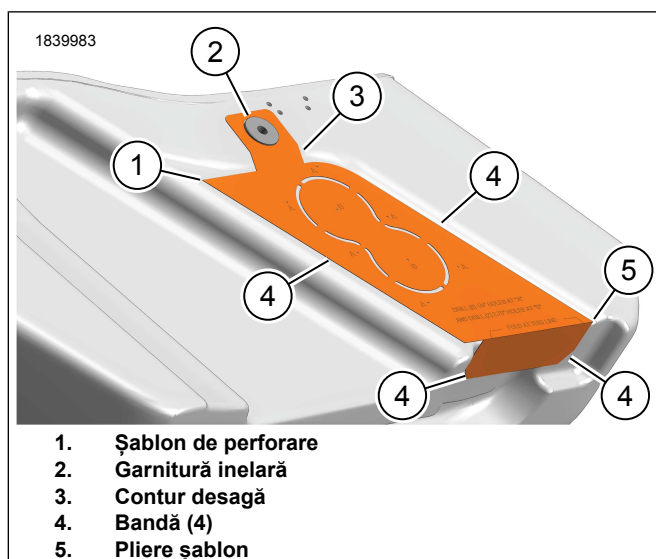

Figura 2. Șablon de perforare (tipic)
1. A se vedea figura 2. Poziționați șablonul de perforare (1) pe spatele desăgii din **stânga** cu partea portocalie orientată spre desagă.